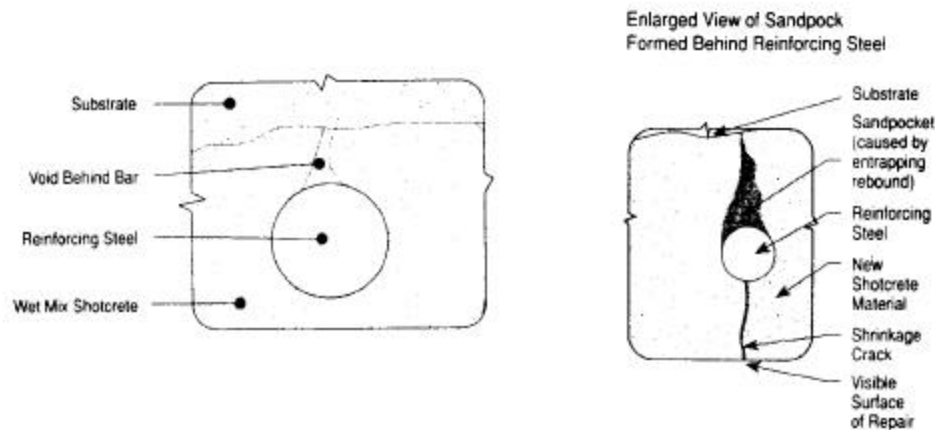

Fig 3.28 - Problèmes de compacité résultant d'une mauvaise technique de mise en place du béton projeté.
- **Une préqualification des opérateurs est souvent exigée.** Un opérateur expérimenté parvient à bien **éviter la formation de poche de sable** ou la formation de zone de faible compacité (Fig 3.28).